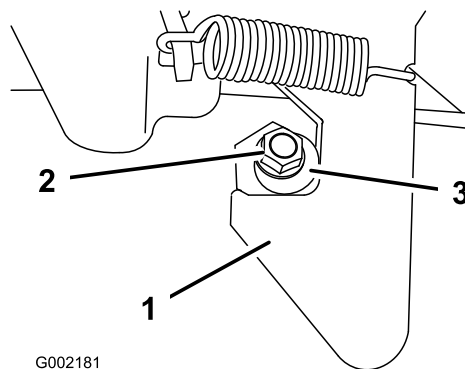

Figura 71
1. Allentate il dado di bloccaggio sull'estremità della colonnetta di ancoraggio (Figura 71).
2. Ruotate la colonnetta di ancoraggio in senso orario finché non si trova saldamente contro la sezione di aggancio del fermo (Figura 71).